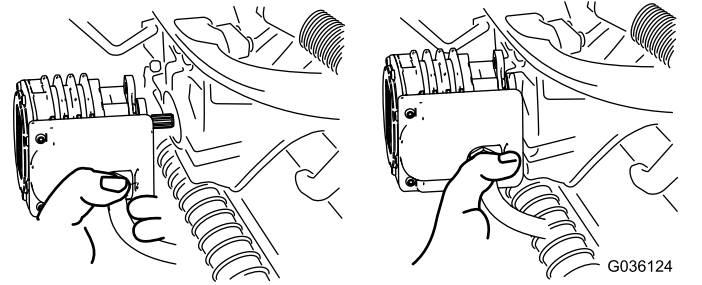

Figure 60
4. Amenez le moteur à la position de rangement sur l'avant du bras de suspension (Figure 60).